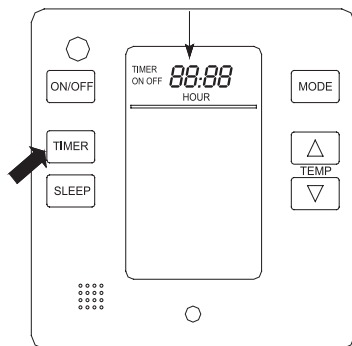

Рисунок 5.6. Функция TIMER
- Если кондиционер работает, то для выключения по таймеру необходимо нажать кнопку TIMER, на дисплее высветится надпись TIMER OFF и время, через которое кондиционер остановится, см. Рис. 5.6.